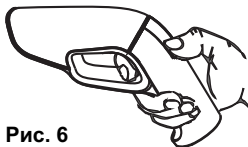

Рис. 6
3. Включение и выключение режима свечения производится нажатием указательным пальцем на “курок” стробоскопа. Рис.6